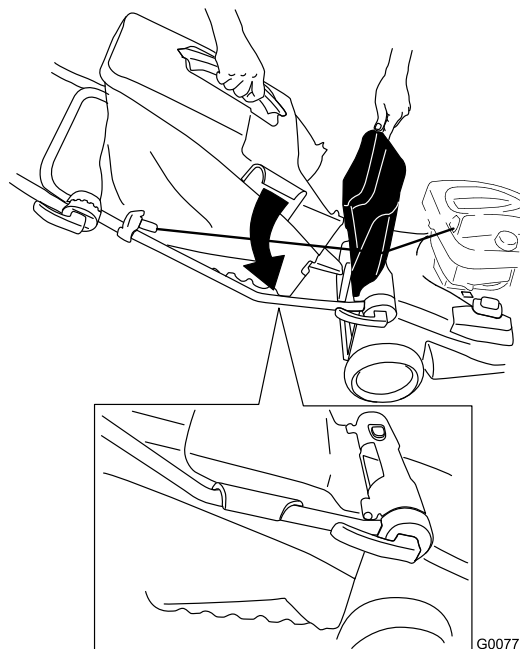

Figura 18
2. Mantenete sollevato lo sportello posteriore, montate il cesto di raccolta sulla manopola e abbassate lo sportello posteriore (Figura 18).